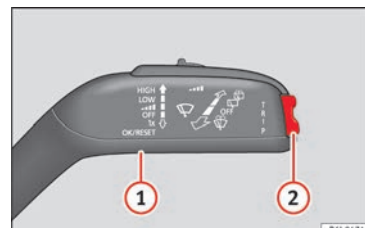

Fig. 25
» fig. 25.
» fig. 25
- 2 Premere verso l'alto o verso il basso per consultare i sottomenu » fig. 25